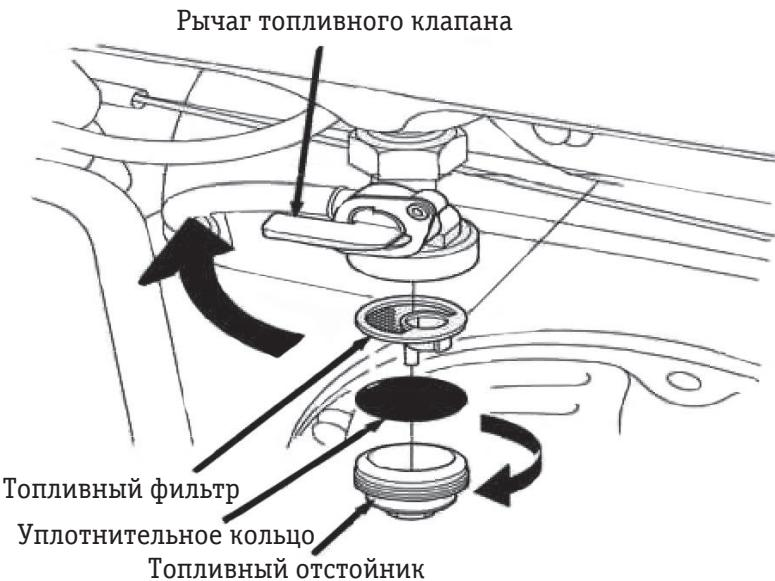

Рис.4.3.
- Отсоедините топливный отстойник, топливный фильтр и кольцо уплотнения согласно схеме (рис. 4.3).